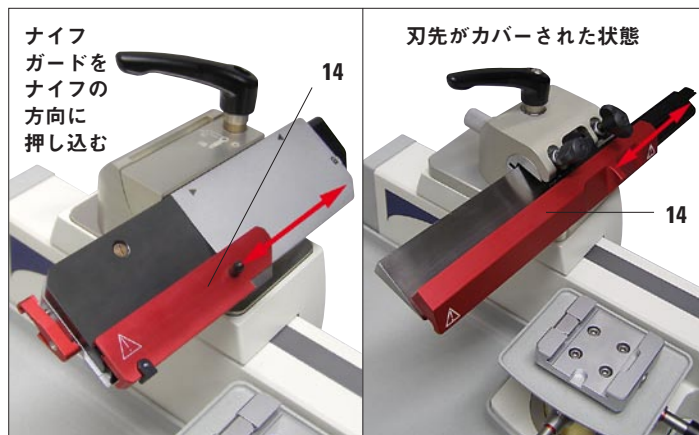

図 3
ナイフホルダーにはナイフガード (14) が一体化されています。ナイフガードによりナイフの刃先を完全にカバーすることができます (図 3)。